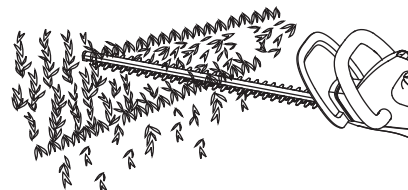

Fig. 6
- Al cortar nuevos brotes, ejerza movimientos amplios de manera que los tallos se incrusten directamente en la cuchilla cortadora (Fig. 6). Los brotes más viejos tendrán tallos más gruesos y será más fácil de cortarlos moviéndose de un lado a otro.